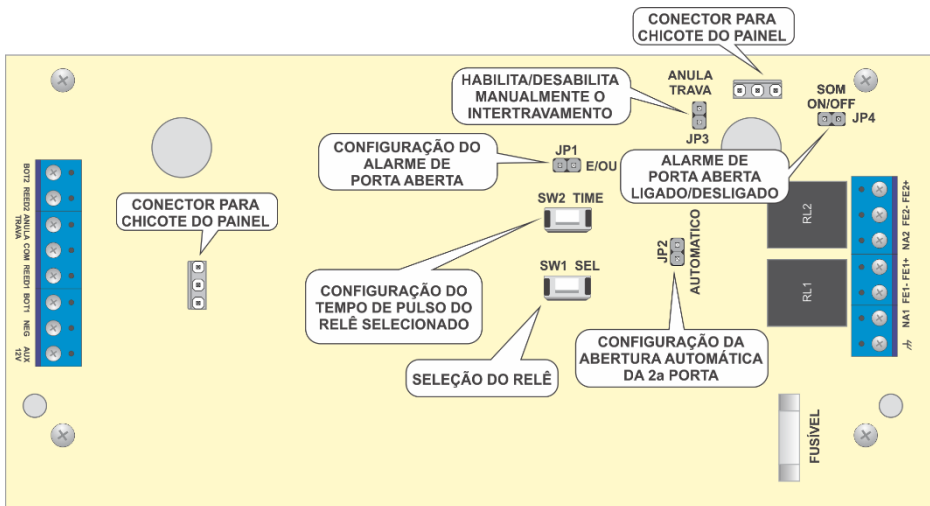

Figura 7
- Manualmente através do jumper JP3 desabilita colocando o jumper. Veja a localização do JP3 na figura 7;